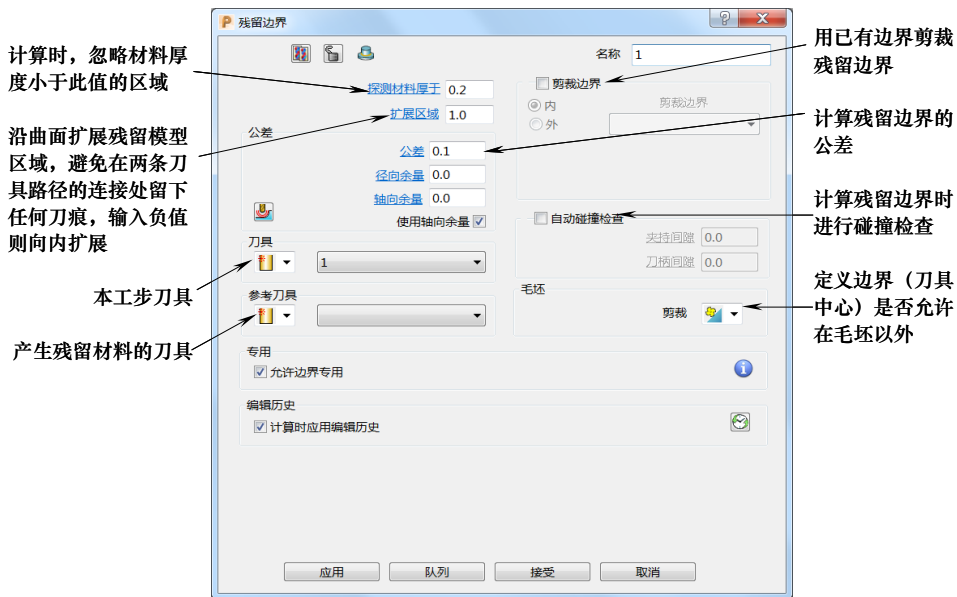

图 1-55
(2) 残留边界 残留边界是上一工步中使用大刀具无法加工的那些区域的轮廓线。要计算出残留边界，应设定好上一工步所使用的刀具和本工步用刀具以及公差和余量等参数。并且，计算残留模型前必须定义毛坯和本工步所使用的刀具。在创建边界子菜单中选择“残留”，打开“残留边界”表格，如图 1-55 所示。